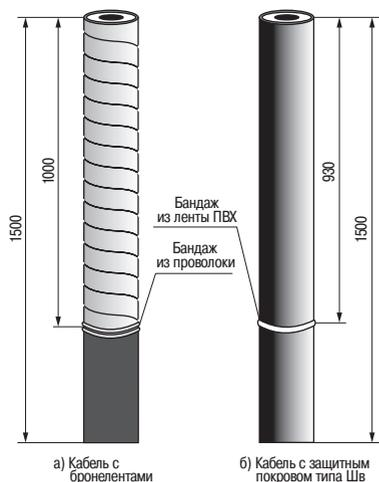

Рисунок 1.
4.1 Распрямить конец кабеля на длине 1500 мм. На расстоянии 1000 мм от конца на защитный покров наложить бандаж из 2–3 витков стальной оцинкованной проволоки. Замок бандажа отогнуть в сторону кабеля. Размотать и удалить защитный покров от конца кабеля до бандажа (рисунок 1а).
4.2 В случае защитного покрова типа Шв наложить бандаж из ленты ПВХ на расстоянии 930 мм от конца кабеля и выполнить кольцевой надрез (рисунок 1б.)